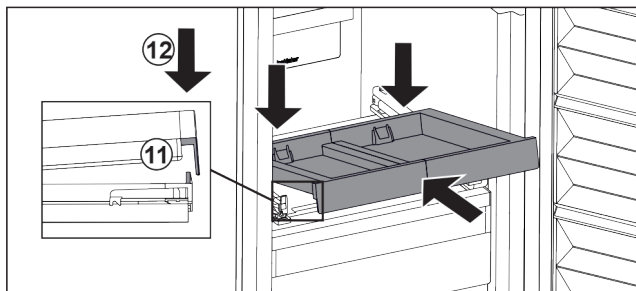

Fig. 108
- ▶ Skyv den skrått inn. Pass på at begge sider av anslaget er bak tappen. Fig. 108 (11)
- ▶ Sett ned uttrekksplaten foran. Fig. 108 (12)